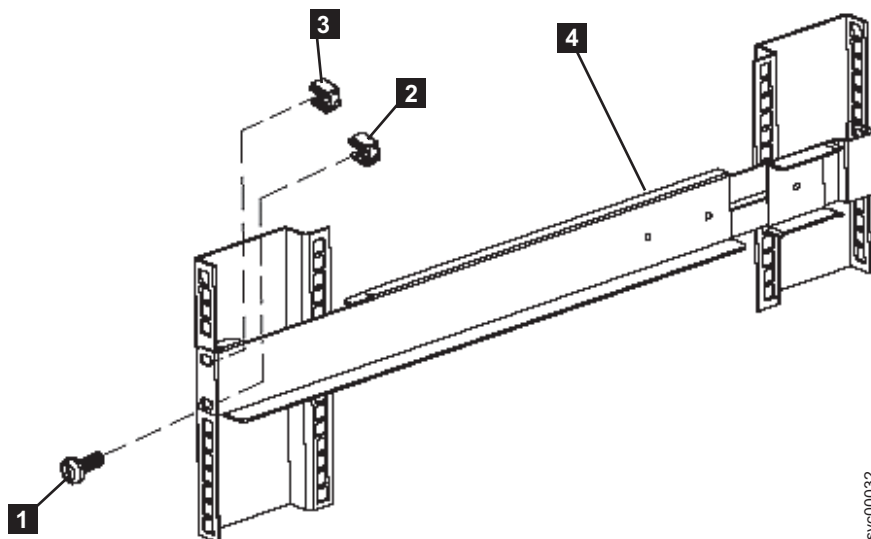

図 198. 2145 UPS-1U への前面レールの固定
7. 1 つの M6 × 10 ねじと 1 つのクリップ・ナット **1** (図 198) を使用して、レールの下部の穴のみをラックの前面に取り付けます。